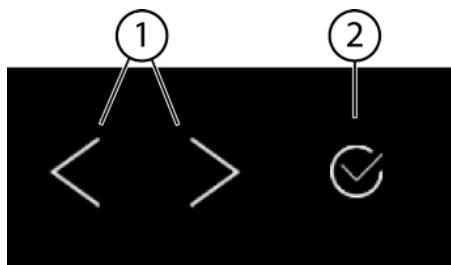
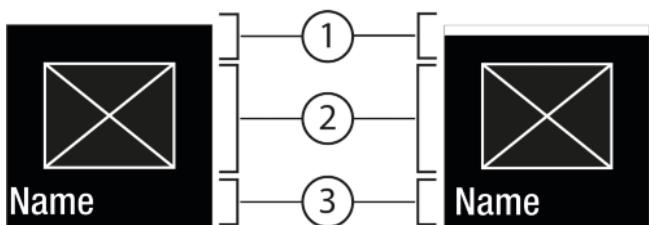
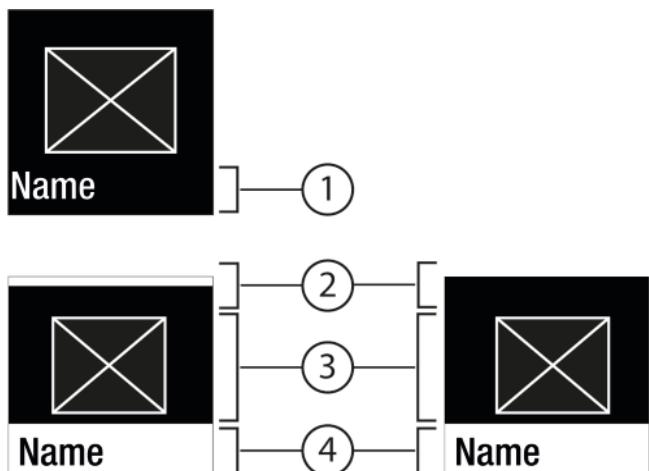

Fig. 5
Fig. 6
Fig. 7
- (1) Навигационная стрелка влево / вправо
- (2) Подтвердить
#### Навигационная стрелка влево / вправо Fig. 5 (1):
#### Подтвердить Fig. 5 (2):
- Навигация при помощи навигационной стрелки влево / вправо Fig. 5 (1).
- С помощью Подтвердить Fig. 5 (2) активировать Fig. 6 (1) / деактивировать Fig. 6 (1) функцию / настройку.
- С помощью Подтвердить Fig. 5 (2) вызвать Подменю Fig. 7 (4).
- Установка нового значения: С помощью Подтвердить Fig. 5 (2) выбрать деактивированное значение Fig. 6 (1).
- Назад в меню: С помощью Подтвердить Fig. 5 (2) выбрать уже активированное значение Fig. 6 (2).
- Навигационные стрелки Fig. 5 (1) нажмите до тех пор, пока не появится индикация функции.
- Нажмите на Подтвердить Fig. 5 (2).
- С помощью навигационных стрелок Fig. 5 (1) выберите значение настройки.
- ▷ Состояние: активировано Fig. 6 (1) появляется недолго в Подменю Fig. 7 (4).
- Нажмите навигационные стрелки Fig. 5 (1) до тех пор, пока не появится индикация настроек .
- Нажмите навигационные стрелки Fig. 5 (1) до тех пор, пока не появится индикация требуемой настройки.
- Нажмите и удерживайте в течение 3 секунд Подтвердить Fig. 5 (2).